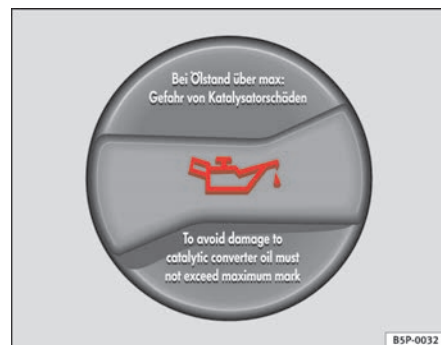

Fig. 160 Tapón de la boca de llenado de aceite del motor en el vano motor
- Desenrosque el tapón de la boca de llenado de aceite del motor ⇒ fig. 160.